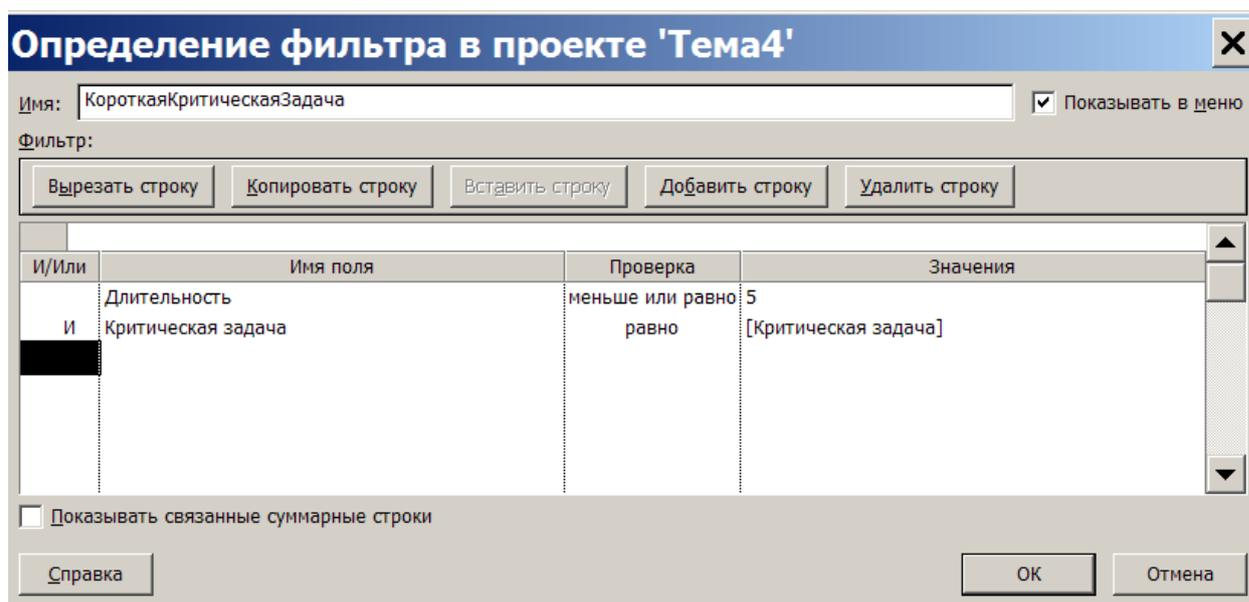

Рис.4.27. Окно определения фильтра
- b. Нажать *Создать* – откроется окно определения фильтра, изображённое на рис.4.27.